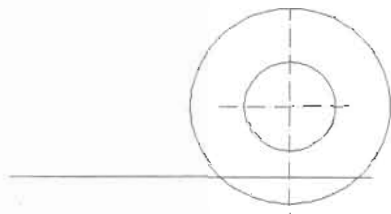

图 10-147
(7) 绘制一条如图 10-147 所示的水平直线, 命令执行过程如下。